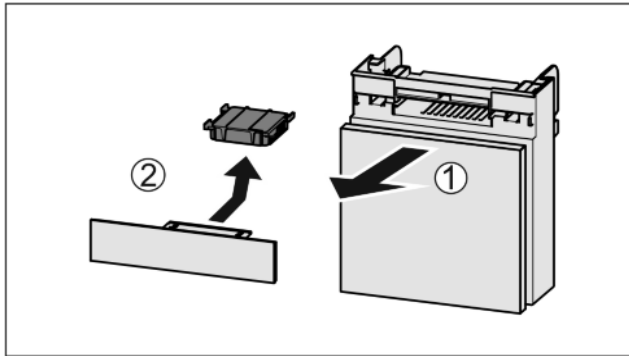

Fig. 33
- ▶ Estrarre il vano tirando in avanti Fig. 33 (1).
- ▶ Rimuovere il filtro a carboni attivi Fig. 33 (2).